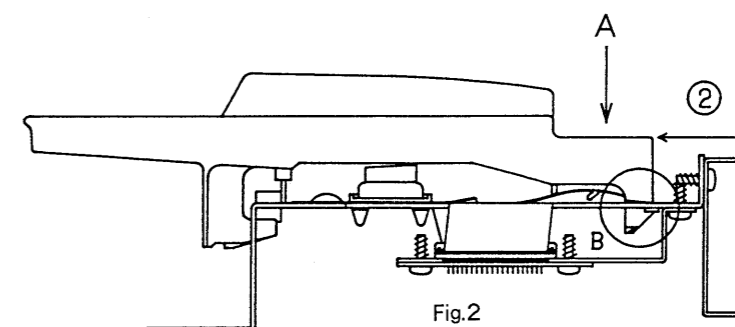
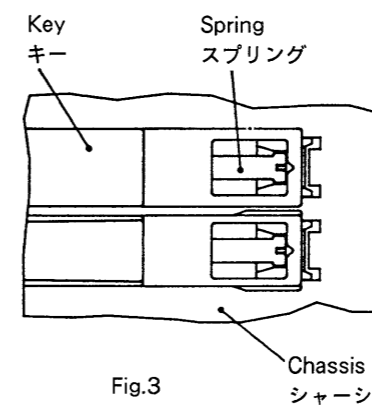
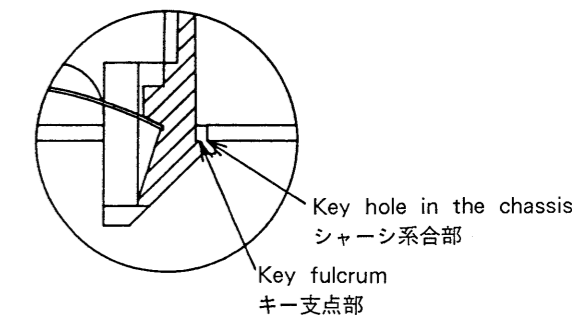

Fig.2
Fig.3
Fig.4
2. Referring to Fig.2, pulling the key in the direction of arrow ②, disengage the key fulcrum from the chassis. See Fig.3 and 4 for disengaged status.
2. キーを手前(方向②)に引き、キー支点部をシャーシ系合部から離す。Fig.3、Fig.4は、離れた状態を示す。